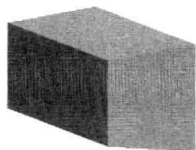
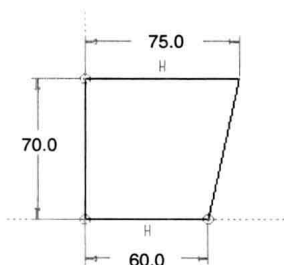
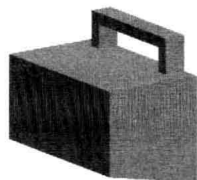

图 2.2 拉伸 1
图 2.3 截面草图
图 2.4 伸出项 标识 66
Step2. 创建图 2.2 所示的实体拉伸特征——拉伸 1。
(1) 选择下拉菜单 **插入(I) → 拉伸(E)...** 命令。
(2) 在绘图区中右击，从弹出的快捷菜单中选择 **定义内部草绘** 命令，系统弹出“草绘”对话框；选取 **RIGHT** 基准平面为草绘平面，选取 **TOP** 基准平面为参照平面，方向为 **左**；单击对话框中的 **草绘** 按钮。
(3) 进入草绘环境后，绘制图 2.3 所示的截面草图。完成后单击“完成”按钮 。
(4) 在操控板中选取深度类型 ，再在深度文本框中输入深度值 115.0，并按回车键。单击“完成”按钮 ，完成特征的创建。
Step3. 创建图 2.4 所示的扫描特征——伸出项 标识 66。